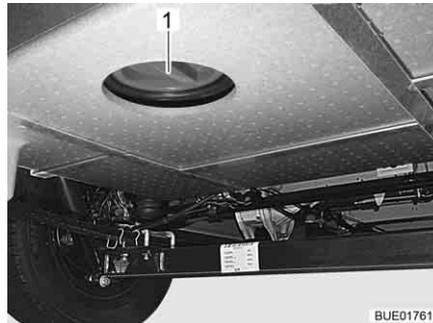

Bild 257 Reinigungsoffnung Abwassertank
- Reinigungsöffnung (Bild 257,1) am Abwassertank und Ablasshahn öffnen.